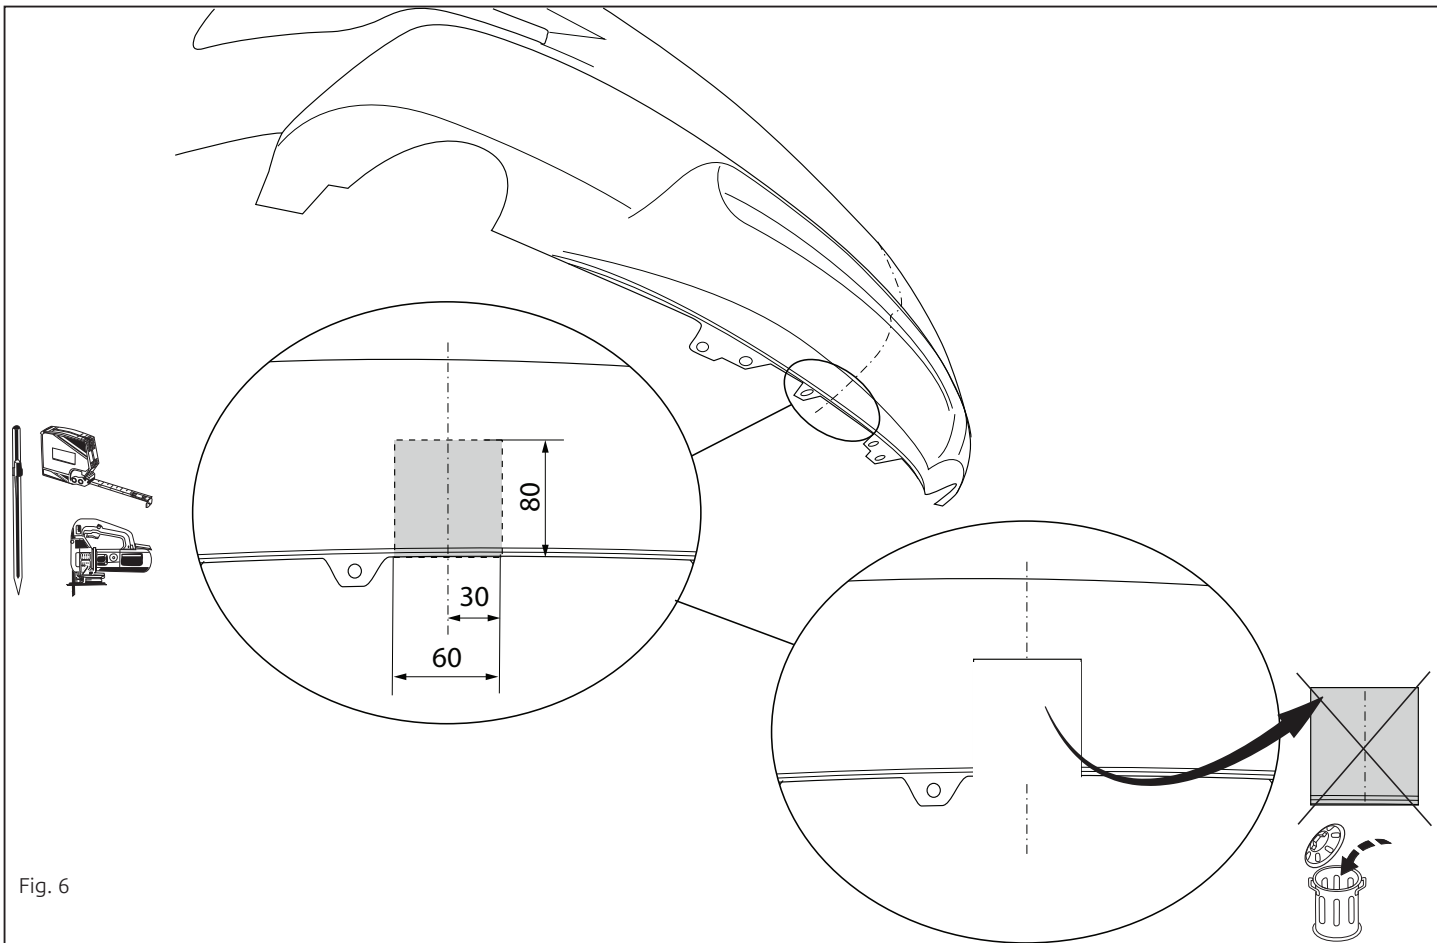

Fig. 6
11. Выпилить указанные части из бампера в середине снизу, как указано на рис. 6.